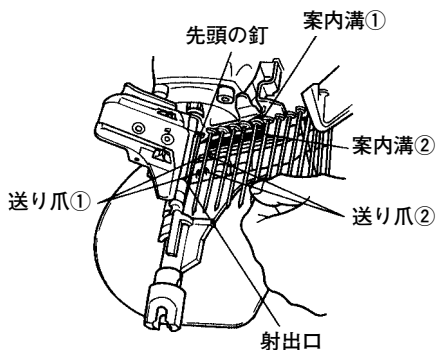

図 11
先頭の釘を射出口の中に入れ、2本目の釘を送り爪①と送り爪②の間に入れます。(図 11)